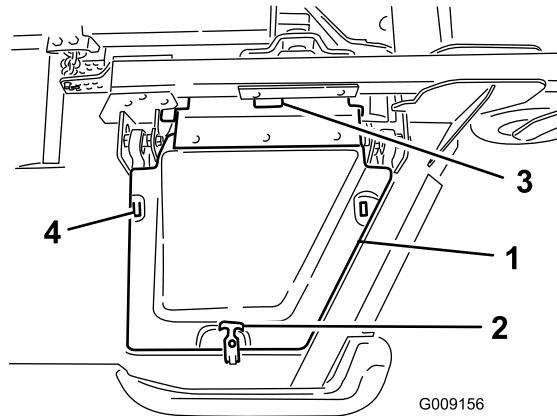

Bild 6
8. Setzen Sie die Flügelmähwerkabdeckung auf und befestigen Sie sie mit dem Gummiriegel (Bild 6).